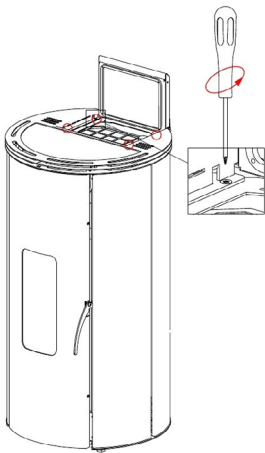

Fig. 37 - Verwijder de schroeven
- Het deksel verwijderen: de bovenste 4 schroeven losdraaien (zie **Fig. 37 op pag. 22**).